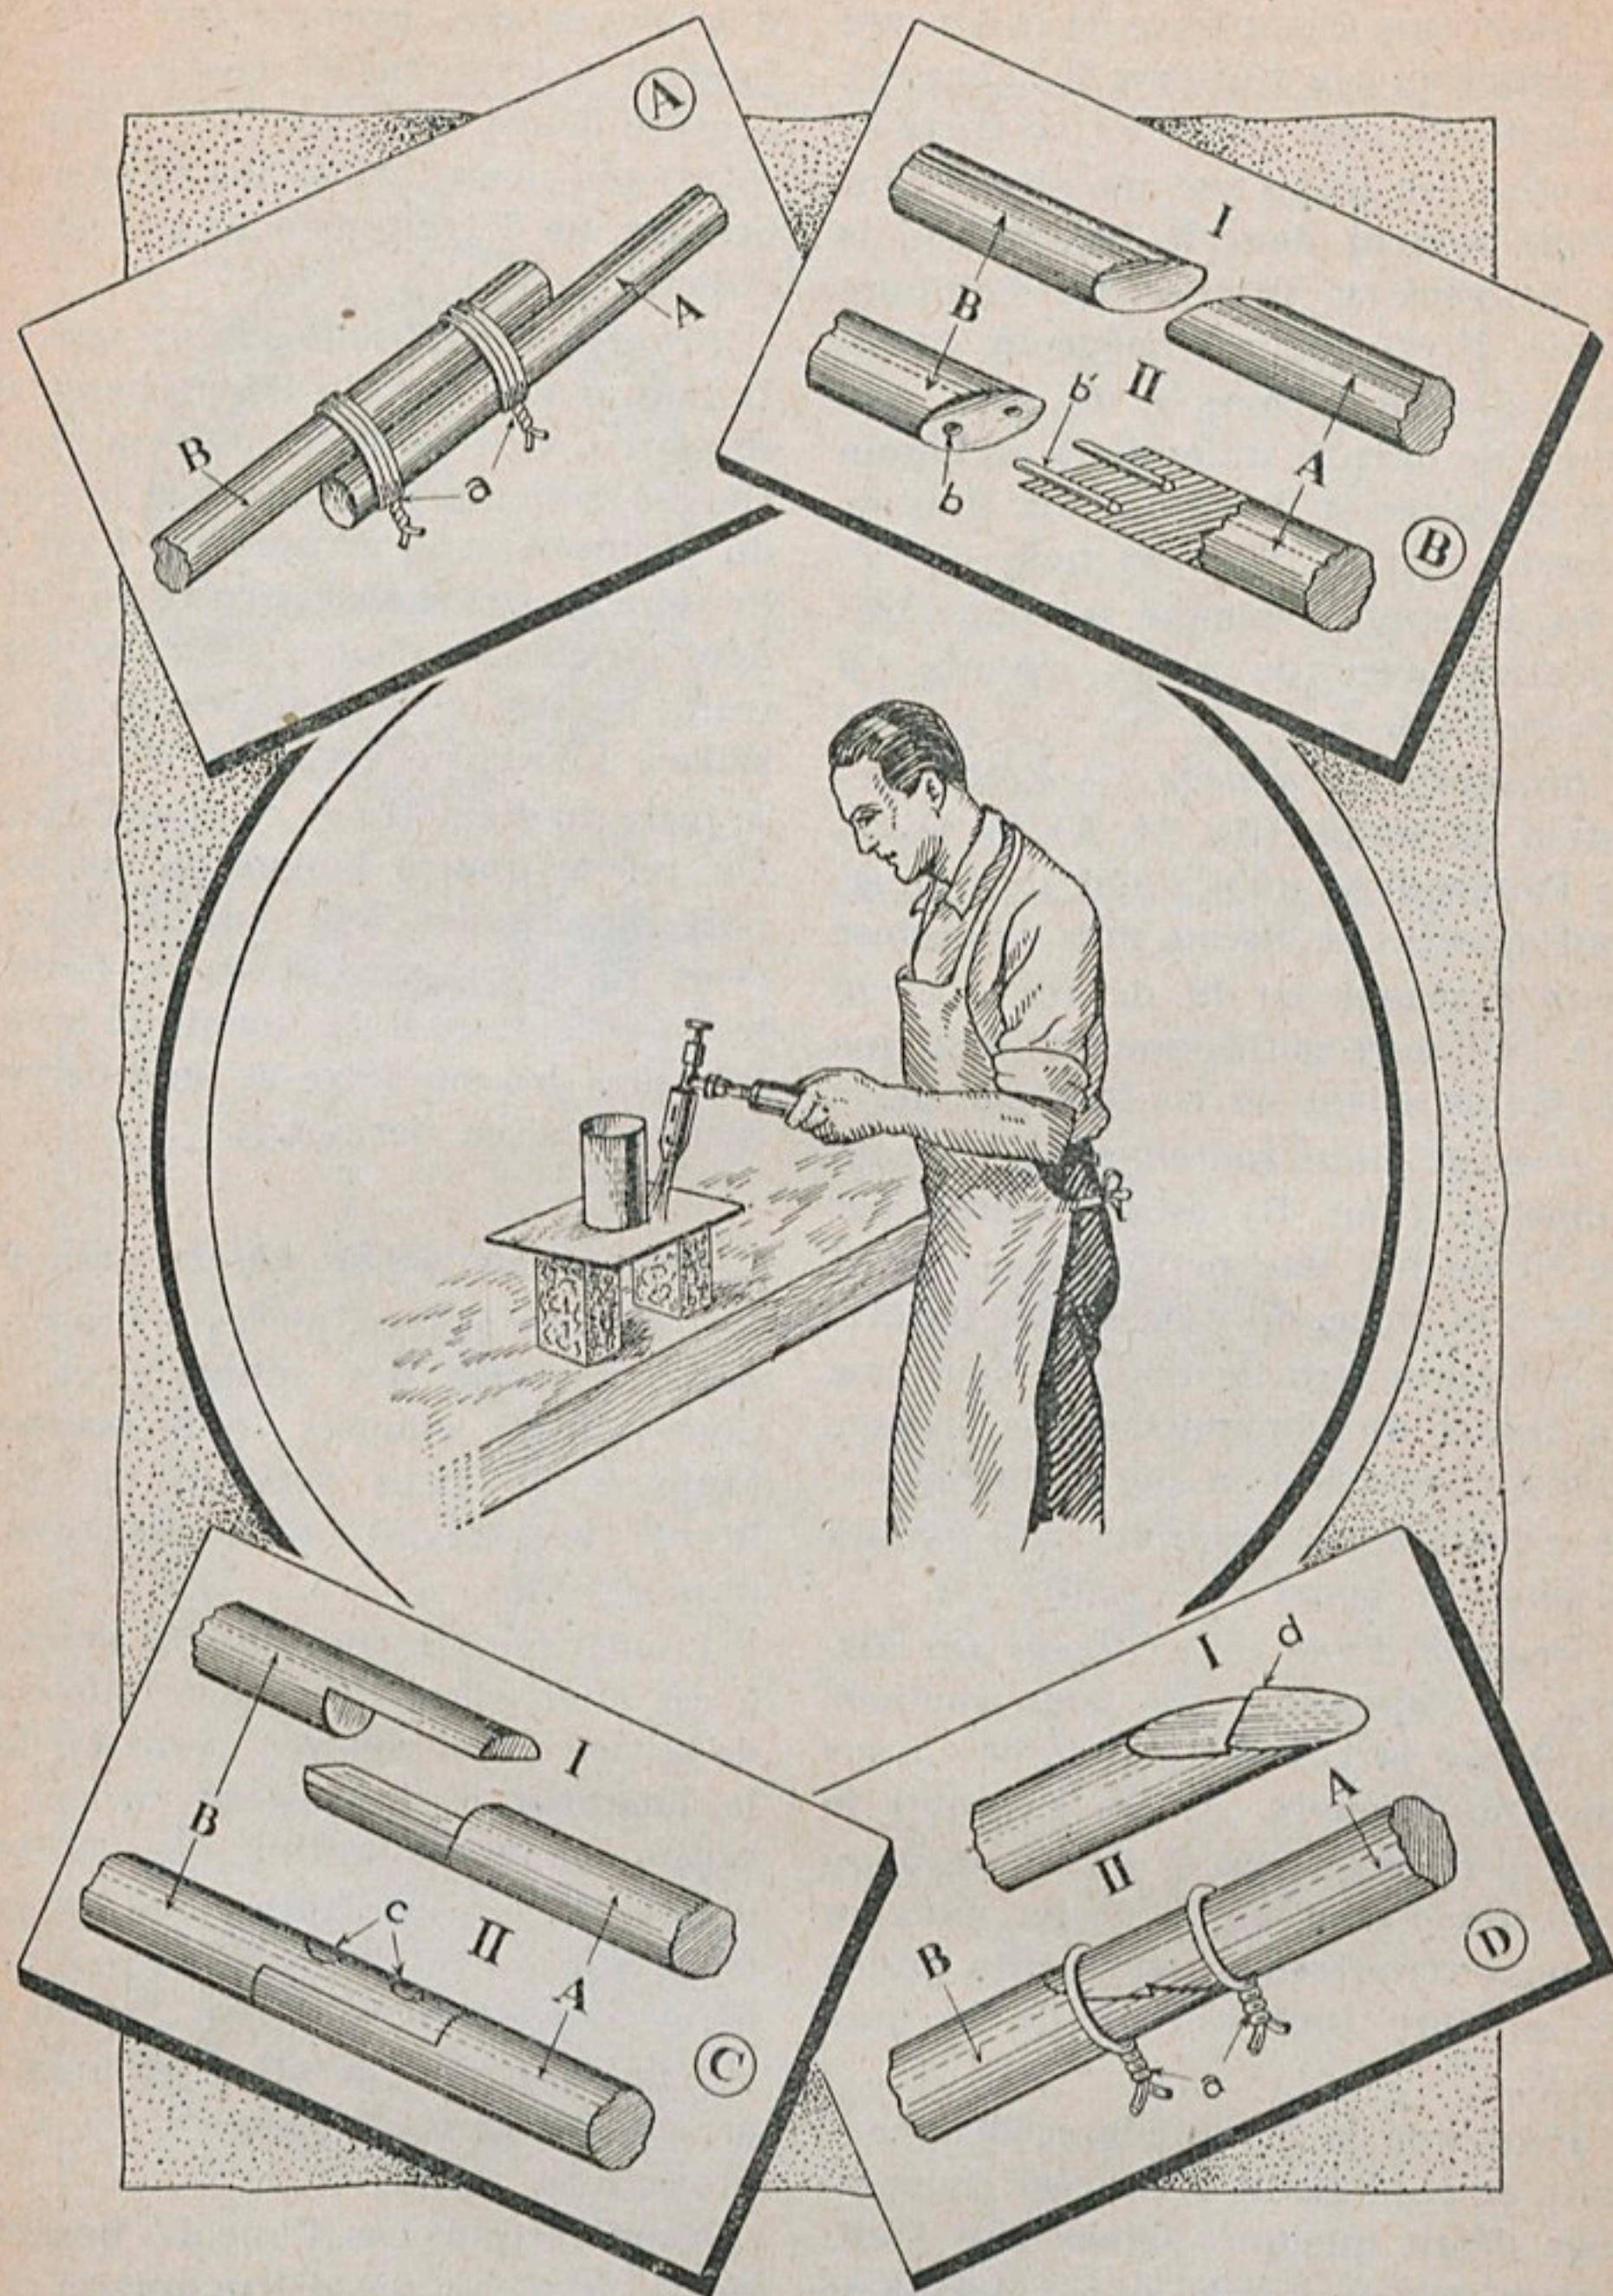

Figure 23
*Brasage de deux barres parallèles.* — Maintenir provisoirement les deux barres A et B, grâce à deux ou trois ligatures a en fil de fer (fig. 23, A).